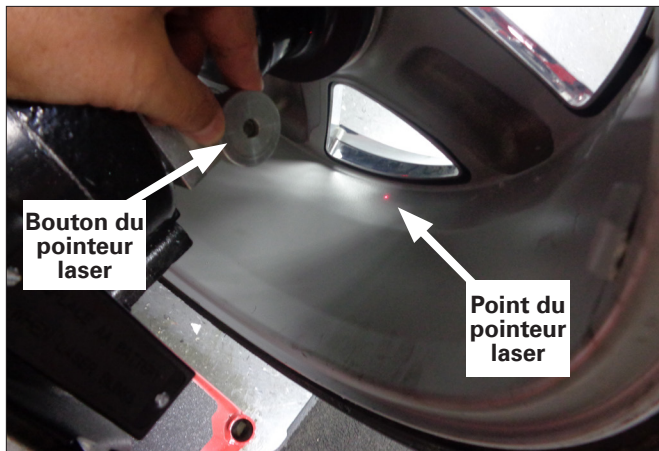

Figure 15 – Positionnement du point du laser à l'emplacement du poids Adhésif T2 caché (A2)
Si l'emplacement de l'Adhésif T2 (Tape-A-Weight caché) est sélectionné, utiliser le marqueur laser pour pointer l'emplacement souhaité du poids caché (figure 15).
3. Tourner le bouton du marqueur laser de façon à mettre le point du laser à l'emplacement de poids souhaité. Voir figures 15 et 16.